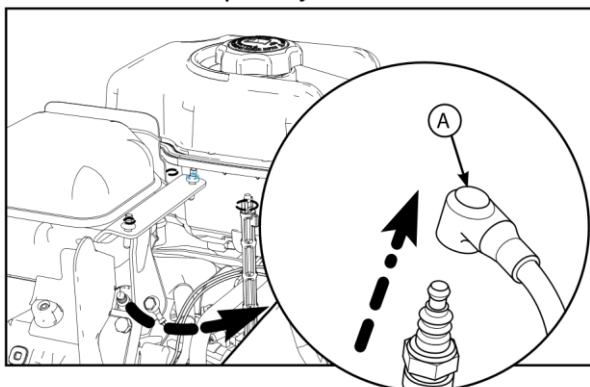

Рис. 12
1. когда двигатель заглушён, но еще теплый, отсоедините провод свечи зажигания (а, рис. 12) и отведите его от свечи.